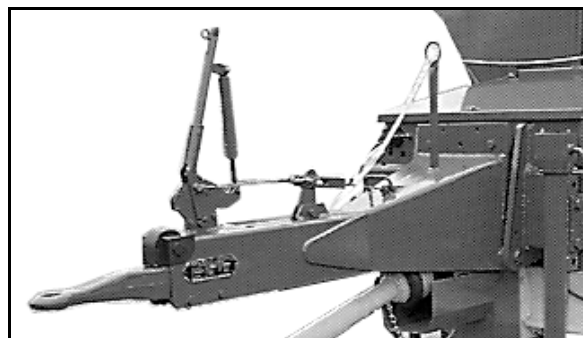

Fig. 22
- lanza de remolque (Fig. 22) con freno de inercia y retromarcha,